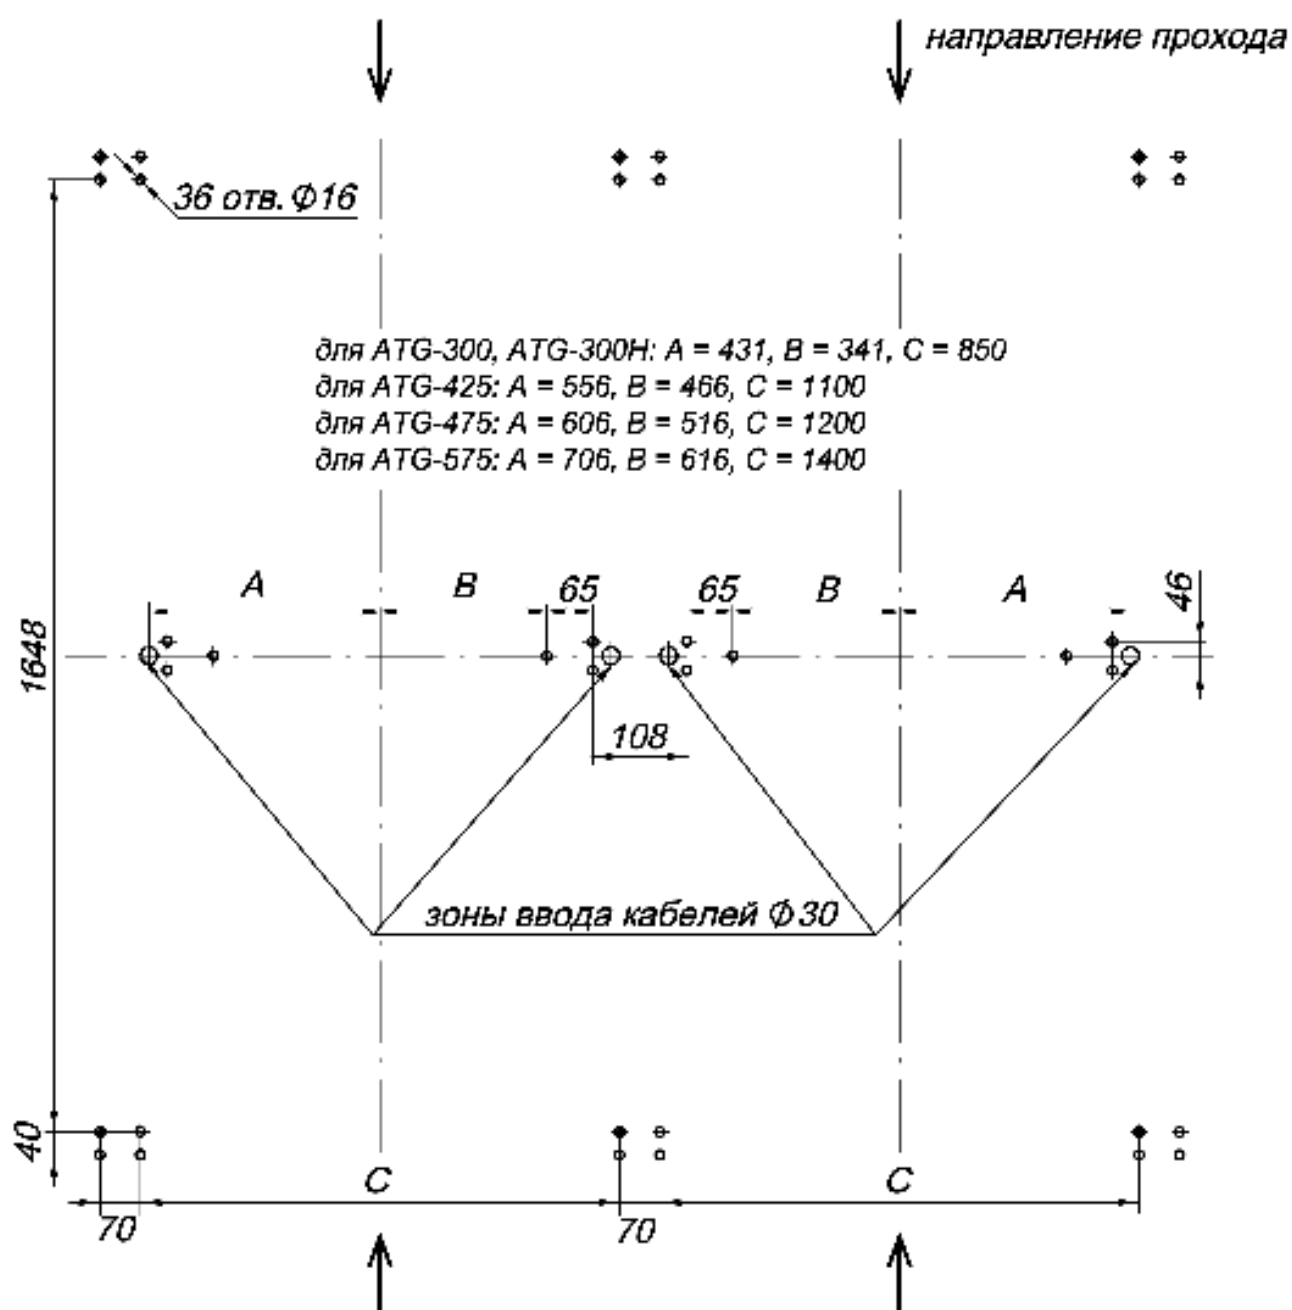
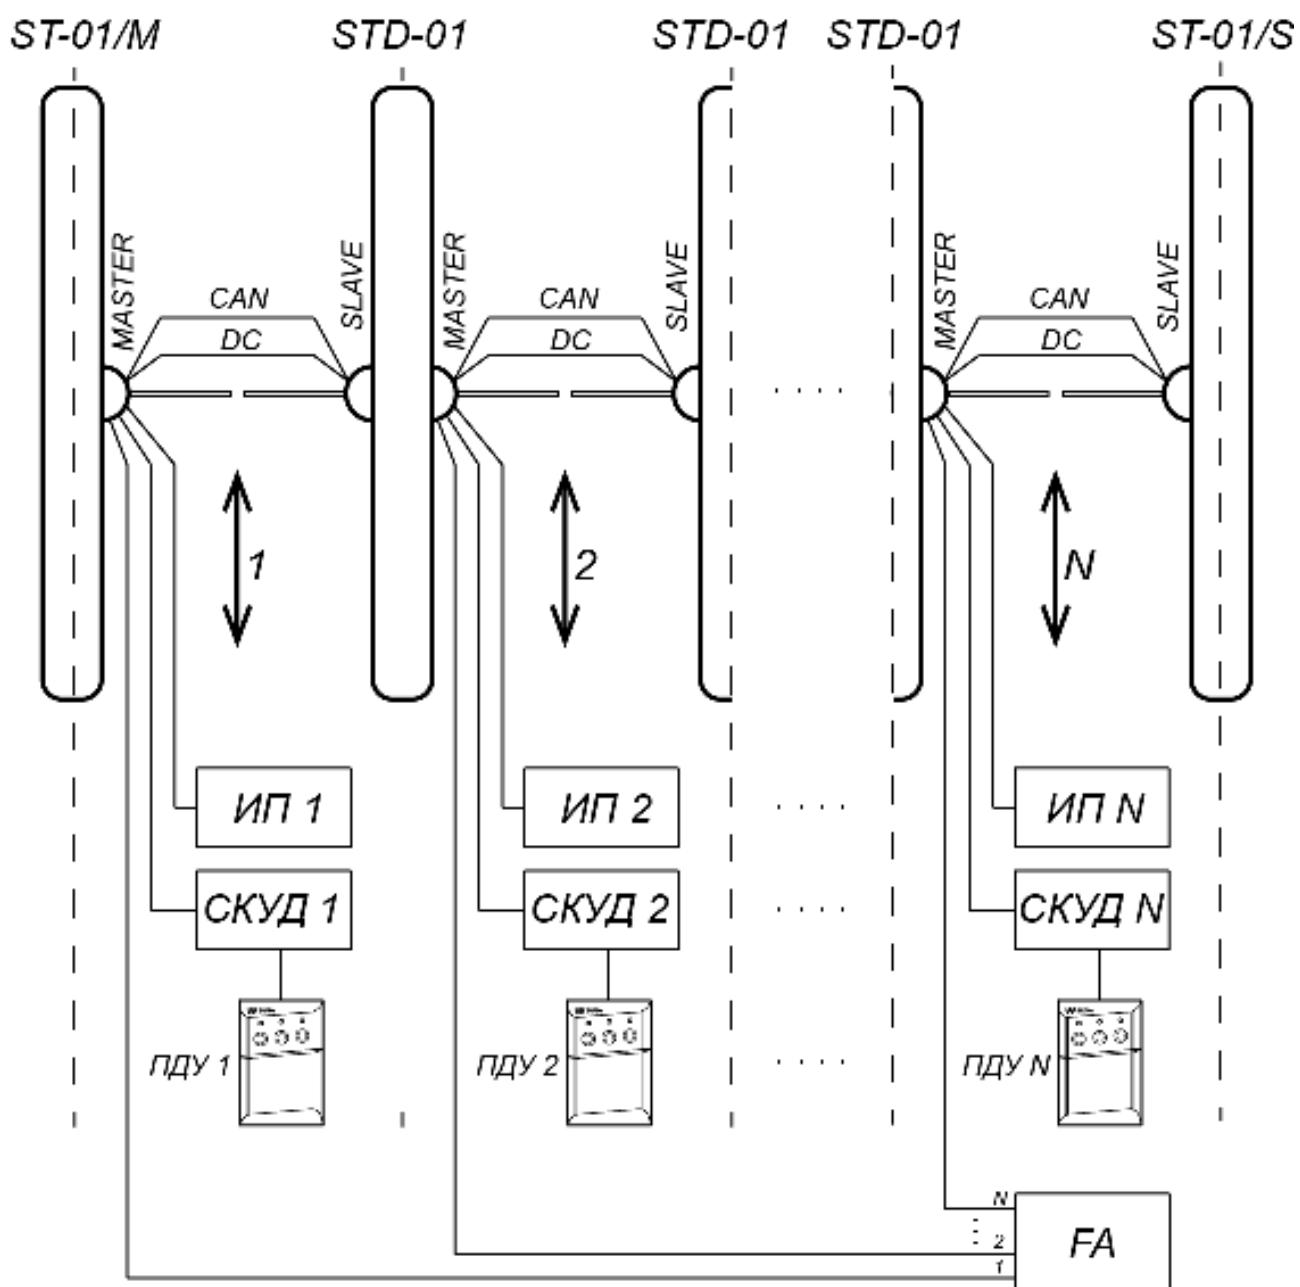
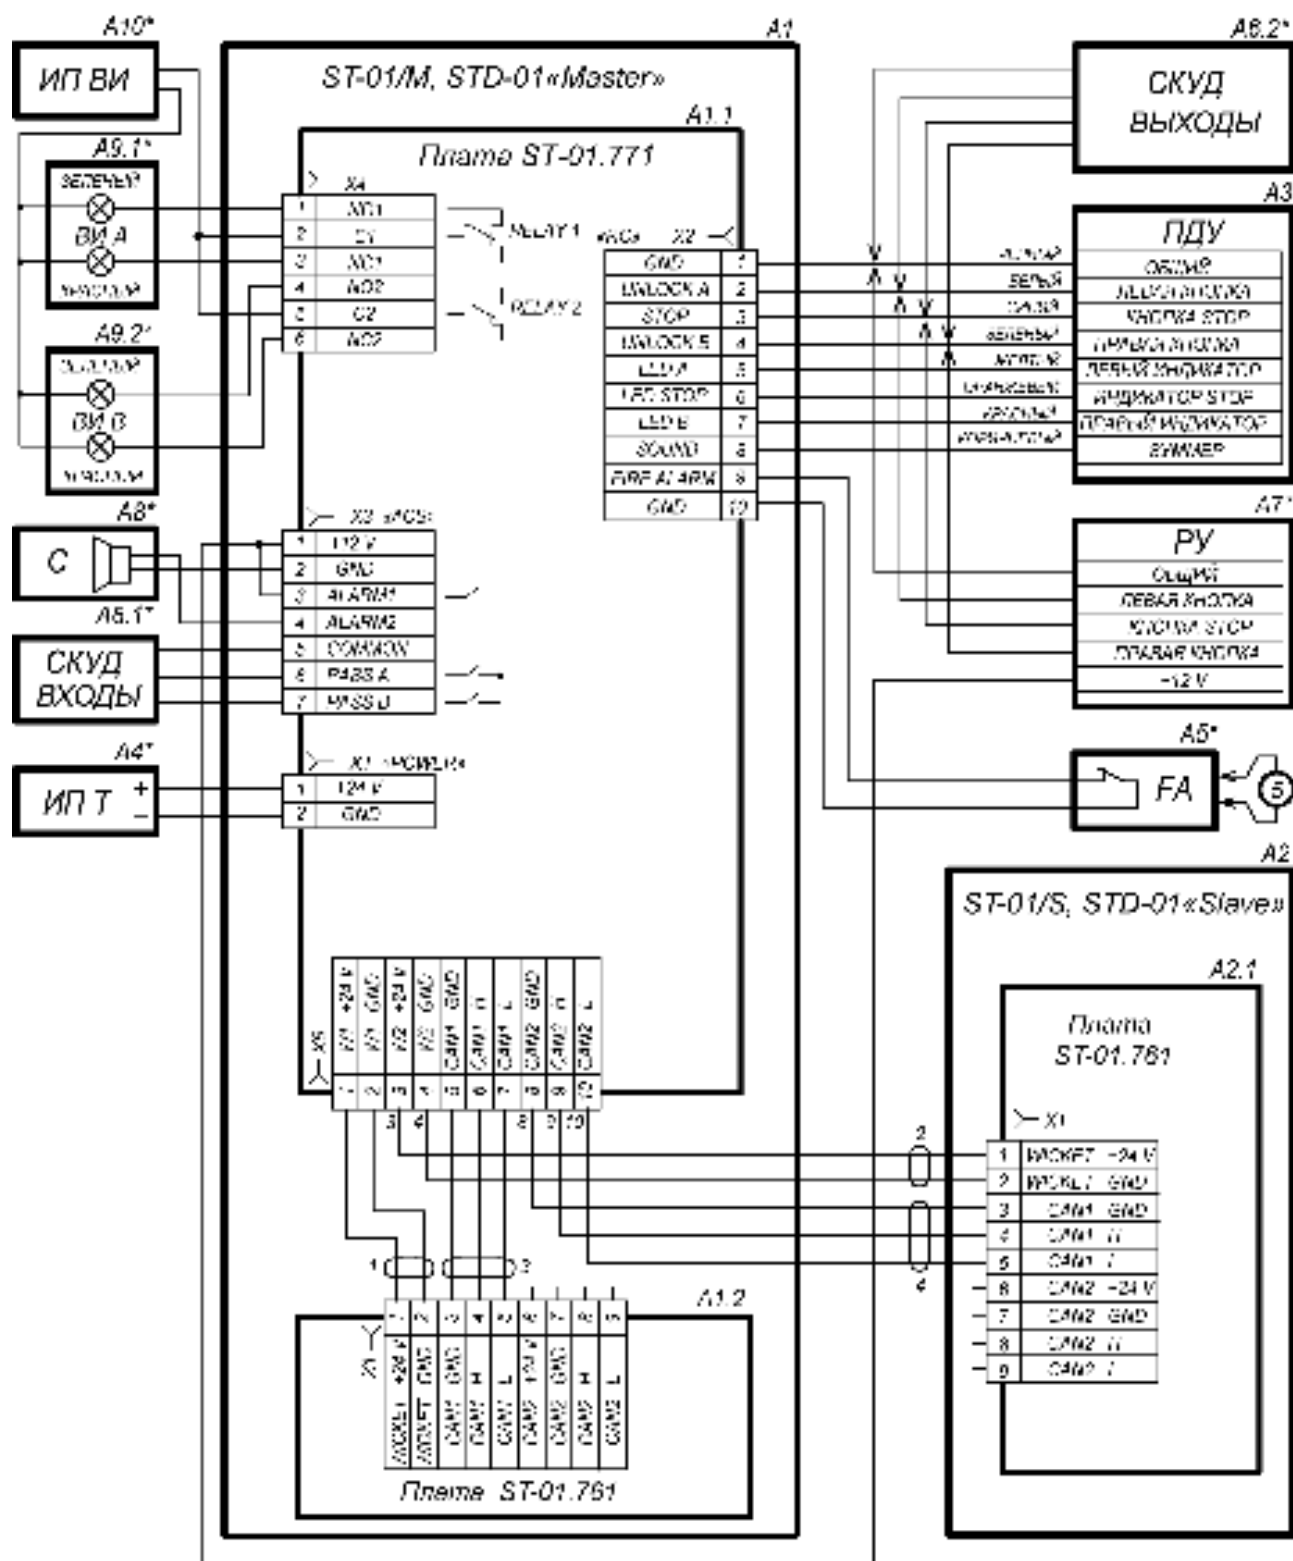

Рисунок 17. Схема разметки для монтажа турникета и двусторонней секции
Рисунок 18. Схема соединений турникета PERCo-ST-01 и двусторонних секций PERCo-STD-01 для организации проходной с несколькими зонами прохода
Рисунок 19. Схема электрических соединений турникета¹
Содержание монтажных операций дано с учетом рекомендаций, приведенных в разд. 8.1. Оборудование и инструменты, необходимые при монтаже, перечислены в разд. 8.2. Номера позиций указаны в соответствии с рис. 7 и 8. Схема электрических соединений турникета приведена на рис. 18. Типы кабелей, используемых при монтаже, перечислены в табл. 5. На рис. 17 приведен пример схемы соединений турникета и двусторонних секций при организации проходной с несколькими зонами прохода.
Если нет возможности использовать способ протяжки кабелей кондуктором, при необходимости кабели DC и CAN можно проложить сразу, до начала установки секций. Данные кабели находятся в центральной стойке секции (стороны секции) *Slave* внизу под кожухом. Для этого необходимо распаковать секцию *Slave*, снять кожух с центральной стойки (см. рис. 19), вынуть кабели DC и CAN и отсоединить их от платы управления приводом. На концах жил кабелей имеются маркеры с номерами, соответствующими схеме соединений (рис. 18).
- Снимите кожух центральной стойки (5) (рис. 19, разд. 8.9.1).
14. Через отверстие для ввода кабелей в основании центральной стойки двусторонней секции (со стороны *Master*) введите внутрь стойки кабели для управления второй зоной прохода: от ИП, от ПДУ или контроллера СКУД, от устройства *Fire Alarm* и дополнительного оборудования, а также кабели DC (19) и CAN (20) от секции (стороны секции) *Slave* или же кондуктор для их протяжки.
20. Подключите кабели к плате управления первой зоны прохода согласно схеме электрических соединений турникета (см. рис. 10 и рис. 18). Плата расположена в нижней части центральной стойки секции *Master*.
Соединительные кабели DC (2) и CAN (4) подключаются к клеммным колодкам **X5** платы управления секции *Master* и **X1** платы привода секции *Slave* в соответствии с маркировкой их жил (см. рис. 18).
Для снятия кожуха центральной стойки (5) – сдвиньте кожух вдоль стойки вниз и на себя, выводя зацепы кожуха из пазов в центральной стойке (см. рис. 19).